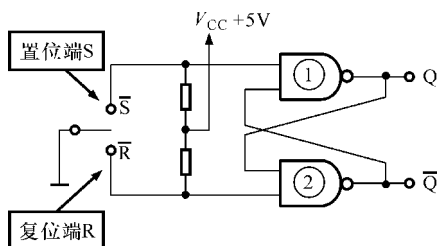

图 9-14 RS 触发器的工作原理
图 9-14 为 RS 触发器的工作原理图。当开关既不在 $\bar{S}$ 端、也不在 $\bar{R}$ 端时，触发器的输出端是不确定的。当开关置向一侧时，就决定了触发器的输出。例如，当开关置于 $\bar{S}$ 端时， $\bar{S}$ 端为低电平（地）， $\bar{R}$ 端则为高电平，与非门①的输入为低电平，与非门②的输入为高电平，这样就使触